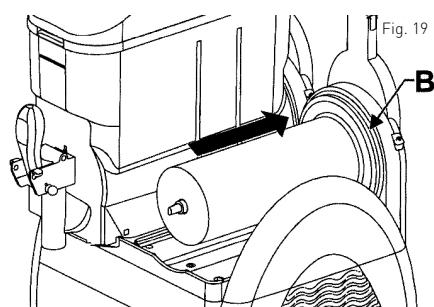

Fig. 19
- Apoi introduceți garnitura inelară a vasului (B) și ungeți cu lubrifiantul furnizat în jurul lui, așa cum se arată mai jos (vezi Fig. 19).